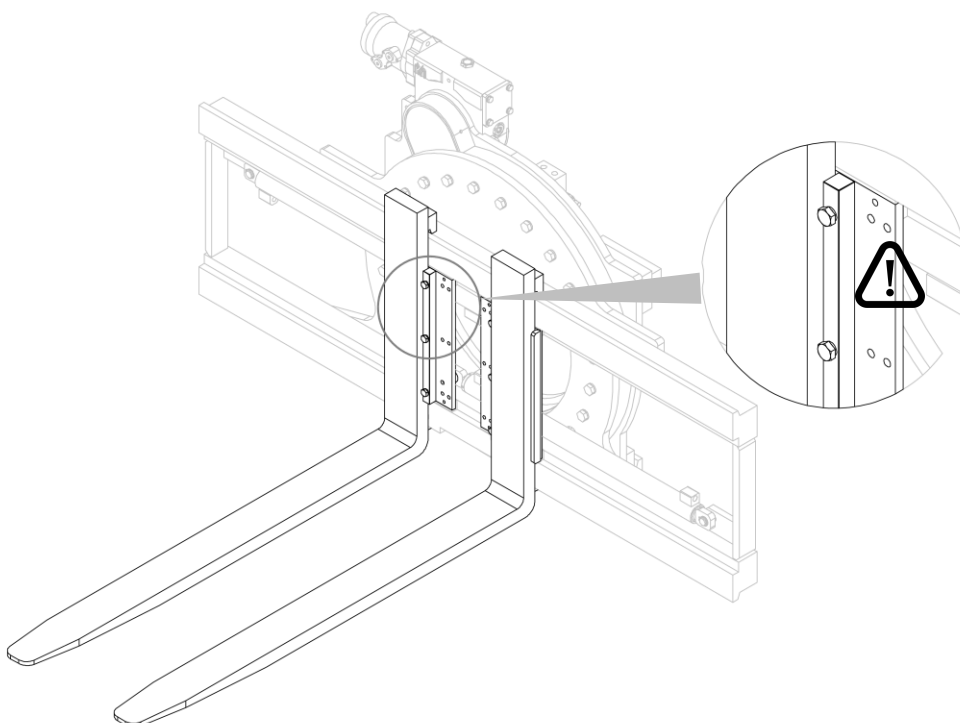

Abbildung 16
2. Schieben Sie die Gabelzinken ein und sichern Sie sie mit dem Feststeller (siehe *Abbildung 16*).